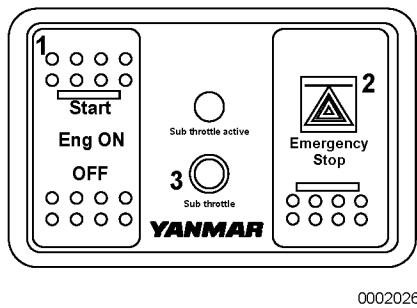

Figura 8
Panel del primer puesto (Figura 8)
2. Parada de emergencia (Figura 8, (2))
AVISO: Utilice este interruptor sólo en caso de emergencia. En circunstancias normales utilice el interruptor "Eng ON" (Figura 8, (1)) para detener el motor. El motor se para bruscamente si se pulsa la mitad superior del interruptor de paro de emergencia. Pulse la mitad inferior del interruptor después de que se haya parado el motor para que el interruptor vuelva a la posición central.
3. Control de gas subordinado (Figura 8, (3))